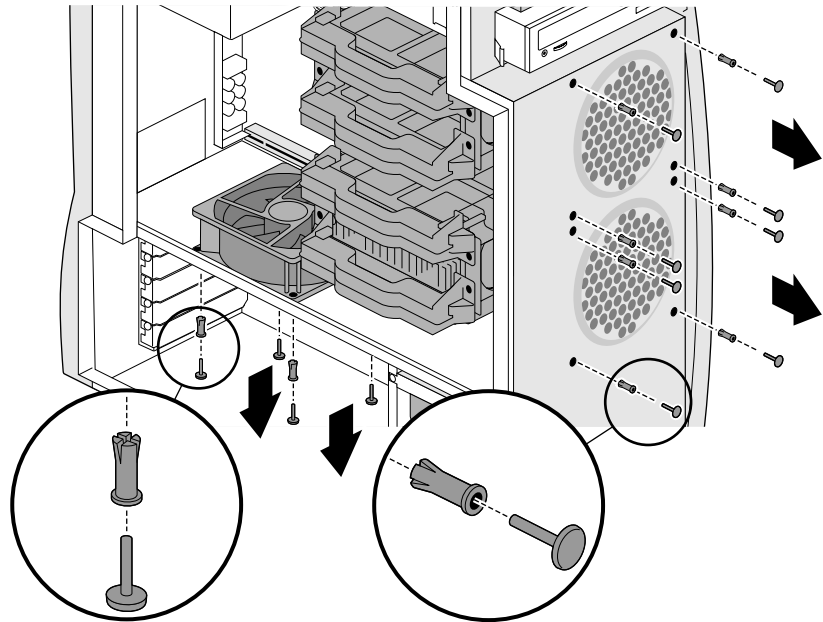

Abbildung 7-12 Entfernen der Lüfterstifte
3. Hebeln Sie die vier Stifte heraus, die den Lüfter am Gehäuse festhalten. Siehe Abbildung 7-12. Dies geschieht am besten mit dem Fingernagel oder der flachen Seite eines kleinen Schraubendrehers.